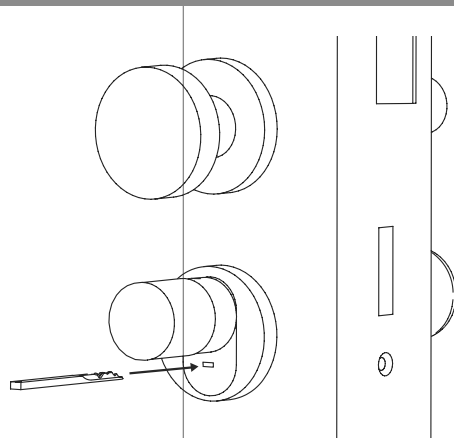

Fig. 11
① Per aprire la serratura, aprire la chiave di emergenza in corrispondenza del giunto e inserirla quindi nella fessura abbozzata sulla copertura (Fig. 11).
② Ruotare la chiave di 90 gradi in senso orario. Ruotare eventualmente il pomello un po' verso sinistra e destra per sbloccare il meccanismo. La serratura viene aperta dopo due rotazioni complete del pomello del cilindro.
③ Dopo aver aperto la porta, riportare la chiave di emergenza nella sua posizione iniziale (ruotandola di 90 gradi in senso orario) ed estrarla.
④ Per far tornare il cilindro di chiusura nella sua posizione originaria, ruotare il pomello di due giri completi in entrambe le direzioni. In questo modo il meccanismo viene innestato e la serratura di emergenza viene chiusa completamente.